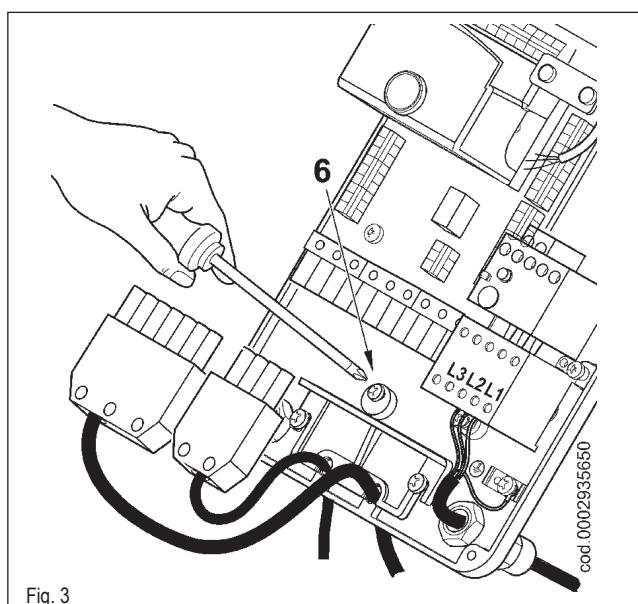
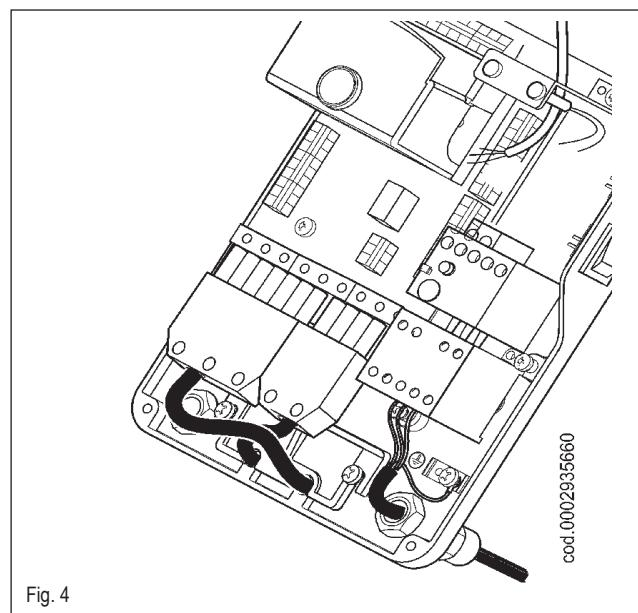

Fig. 3
Fig. 4
- Repositionner la plaque de serrage des câbles comme indiqué sur la figure 3. Tourner l'excentrique (6) de façon que la plaque exerce une pression adéquate sur les deux câbles puis serrer les vis qui fixent la plaque. Enfin, relier les deux fiches à 7 et à 4 pôles (voir fig.4)